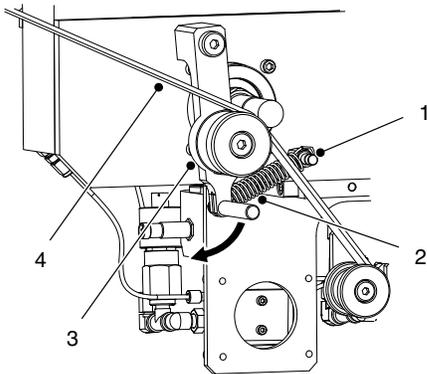
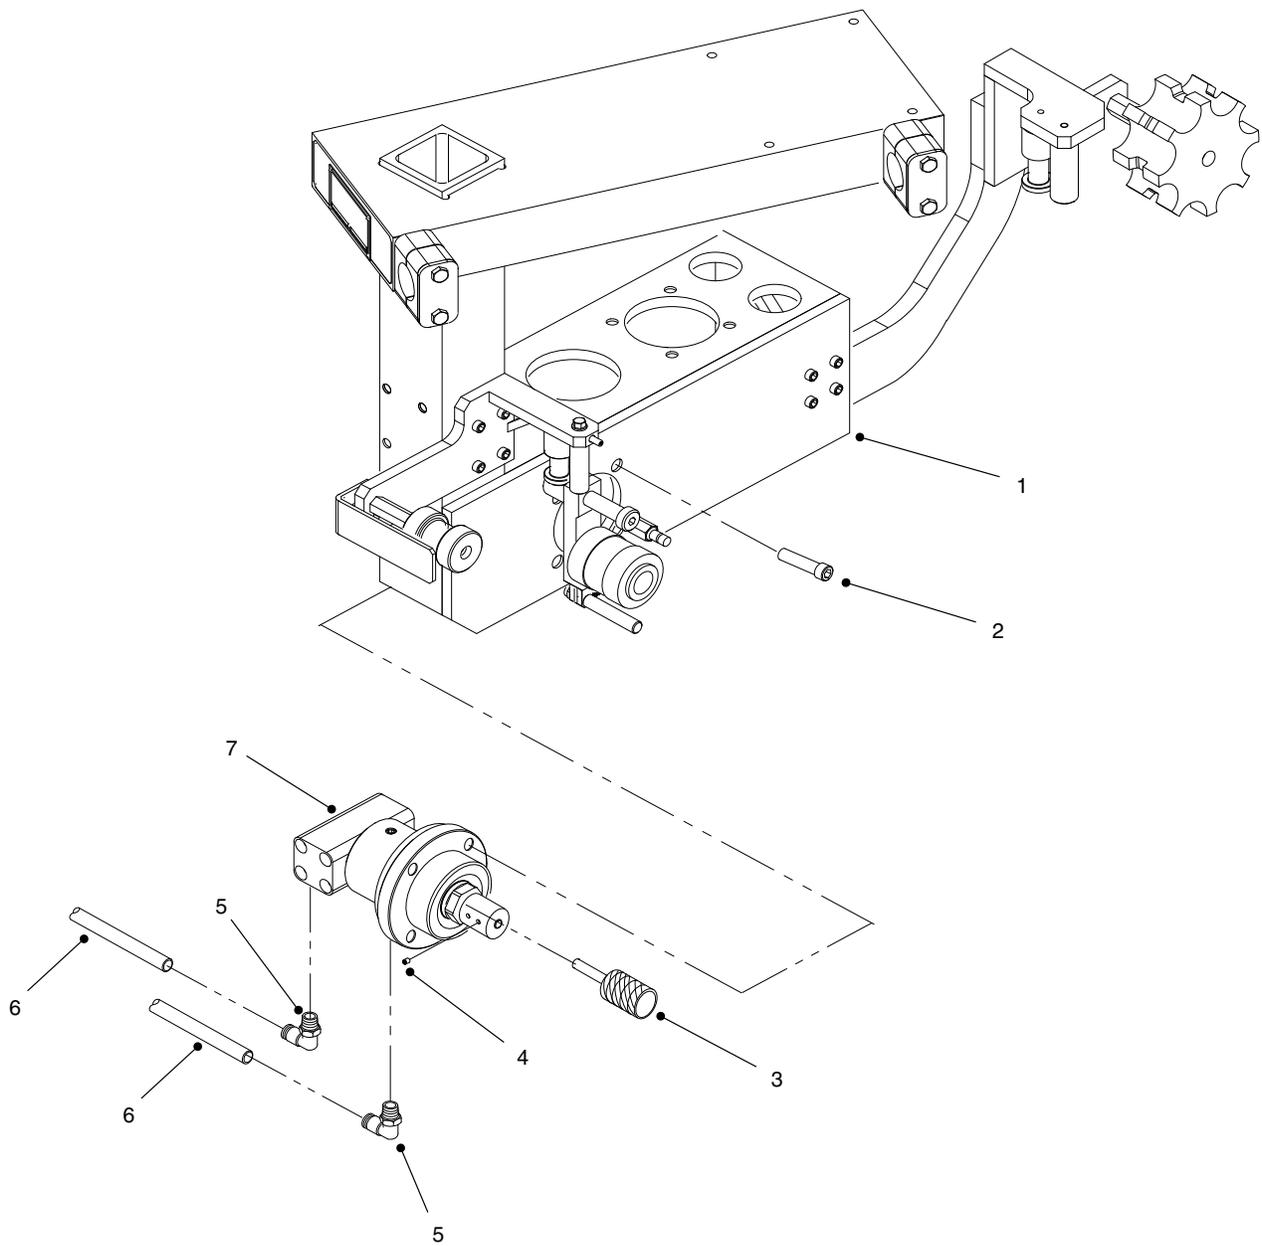

Figura 7 Extracción del fieltro y del muelle
Figura 8 Sustituir el actuador giratorio de suministro
2. Ver la figura 7. Retirar el fieltro (4) del rodillo del brazo tensor (3).
3. Retirar el muelle del brazo tensor (2) del soporte correspondiente (1).
4. Ver la figura 8. Etiquetar y retirar las líneas de aire (6) de los racores (5).
5. Retirar los tornillos de ajuste (4) que unen el rodillo del brazo tensor (3) al actuador giratorio de suministro (7).
6. Retirar los tornillos (2) que unen el actuador giratorio de suministro (7) al soporte (1).
1. Ver la figura 8. Aplicar Loctite 242 a las roscas de los tornillos (2). Instalar el actuador giratorio de suministro en el soporte (1) utilizando los tornillos. Apretar los tornillos a  $92 \pm 9$  pulg.-lb ( $10,4 \pm 1$  N•m).
2. Instalar los racores (5) en el actuador giratorio de suministro (7). Apretar firmemente los racores. Conectar las líneas de aire (6) a los racores. Retirar las etiquetas.
3. Aplicar el Loctite 242 a las roscas de los tornillos de ajuste (4). Instalar el rodillo del brazo tensor (3) en el actuador giratorio de suministro (7) utilizando los tornillos de ajuste. Apretar los tornillos a  $14 \pm 2$  pulg.-lb ( $1,5 \pm 0,2$  N•m).
4. Ver la figura 7. Instalar el muelle del brazo tensor (2) en el soporte correspondiente (1). Instalar el fieltro (4) alrededor del rodillo del brazo tensor (3).